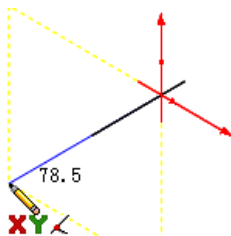

图 6-2 在 XY 基准面绘制草图
**04** 绘制草图。以原点为起点绘制草图,基准面为控标提示的基准面,方向由光标拖动决定,图 6-2 所示为在 XY 基准面上在绘制草图。